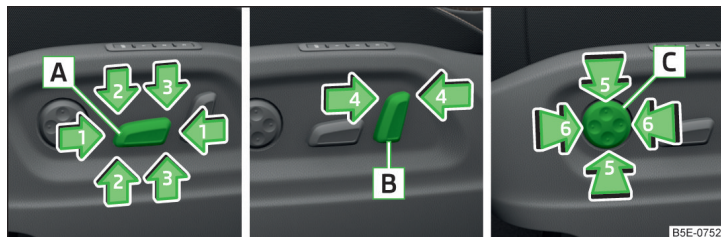

Fig. 58 Elementos de mando en el asiento
Elementos de mando en el asiento » fig. 58
► Presione el interruptor **A** en el sentido de una de las flechas **1** » fig. 58.
► Presione el interruptor **A** en el sentido de una de las flechas **2** » fig. 58.
► Presione el interruptor **A** en el sentido de una de las flechas **3** » fig. 58.
► Presione el interruptor **B** en el sentido de una de las flechas **4** » fig. 58.
► Presione el interruptor **C** en el área de una de las flechas **5** » fig. 58.
► Presione el interruptor **C** en el área de una de las flechas **6** » fig. 58.